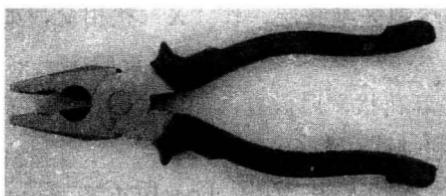

图 1-1-7 钢丝钳
③ 使用螺丝刀的安全知识
① 电工钢丝钳的构造和使用 如图 1-1-7 所示，电工钢丝钳由钳头和钳柄两部分组成。钳头由钳口、齿口、刀口和铡口四部分组成。钳口用来弯绞和钳夹导线线头；齿口用来紧固或起松螺母；刀口用来剪切或剖削软导线绝缘层；铡口用来铡切电线线芯、钢丝或铅丝等较硬金属丝。
② 使用电工钢丝钳的安全知识